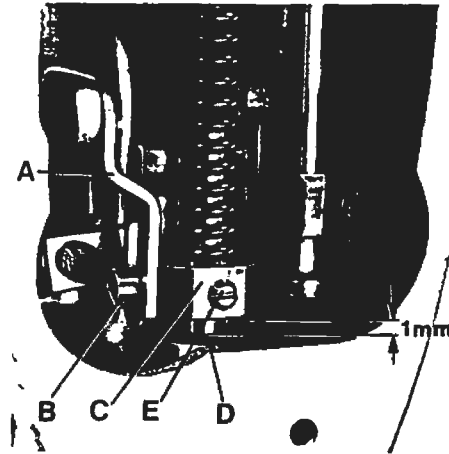
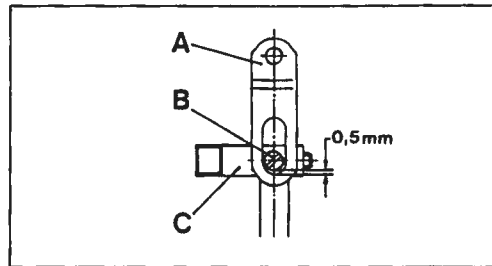

Fig.33
Fig.33A
With needle bar at bottom of stroke and presser foot resting squarely on throat plate, there should be a minimum clearance of 0,5 mm (.020 in.) between slot end of link (A, Fig. 33 and 33A) and shank screw (B) in presser bar connection and guide (C) when the foot lifter lever is released. At this time, there should also be at least 1 mm (.040 in.) clearance between bottom of presser bar connection and guide (C, Fig. 33) and top of presser bar bushing (D).
Loosen set screw (E, Fig. 33) in presser bar connection and guide (C). Then, while pressing the presser foot down firmly, pry up presser bar connection and guide (C) with a screwdriver to obtain the described setting dimensions and tighten set screw (E) securely.
Bei am unteren Hubende stehender Nadelstange und direkt auf der Stichplatte aufliegendem Drückerfuß, soll zwischen dem Schlitzende des Gelenks (A, Fig. 33 und 33A) und der Zapfenschraube (B) in der Drückerfußstangen-Verbindung und Führung (C) ein Mindestabstand von 0,5 mm sein (siehe Fig. 33A), wenn der Fußlifterhebel losgelassen ist. Gleichzeitig muß zwischen der Unterseite der Drückerfußstangen-Verbindung und Führung (C, Fig. 33) und der Oberseite der Drückerfußstangenbuchse (D) ein Abstand von mindestens 1 mm sein.
Lösen Sie den Gewindestift (E, Fig. 33) in der Drückerfußstangen-Verbindung und Führung (C). Dann hebeln Sie mit einem Schraubendreher, während Sie den Drückerfuß fest nach unten drücken, die Drückerfußstangen-Verbindung und Führung (C) nach oben, um die beschriebenen Einstellmaße zu erhalten und ziehen den Gewindestift (E) gut an.